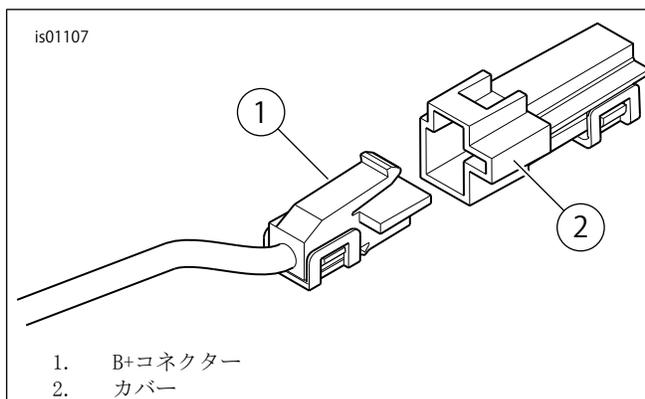

図20。B+コネクタ
1. 「図20」を参照。メイン電気系統ハーネスのB+ (バッテリープラス)コネクタ(1) (未使用灰色コネクタが付いた赤色配線)を見つけます。コネクタからカバー(2)を取り外します。